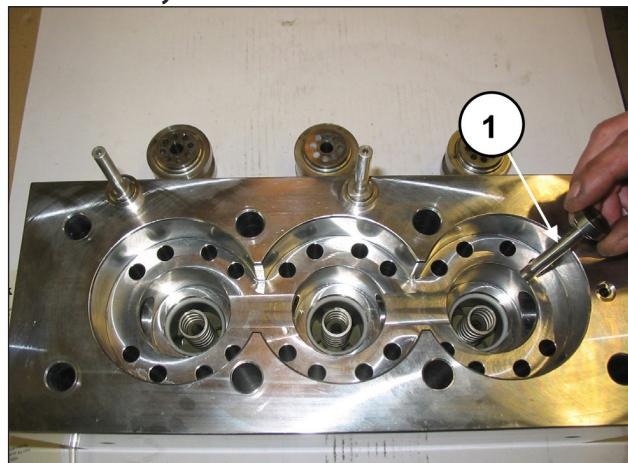
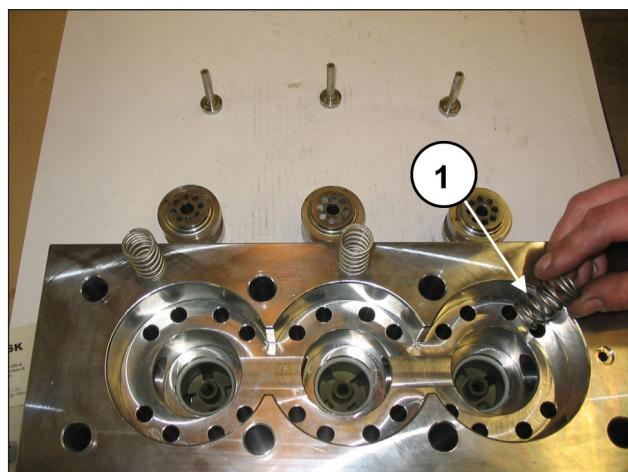
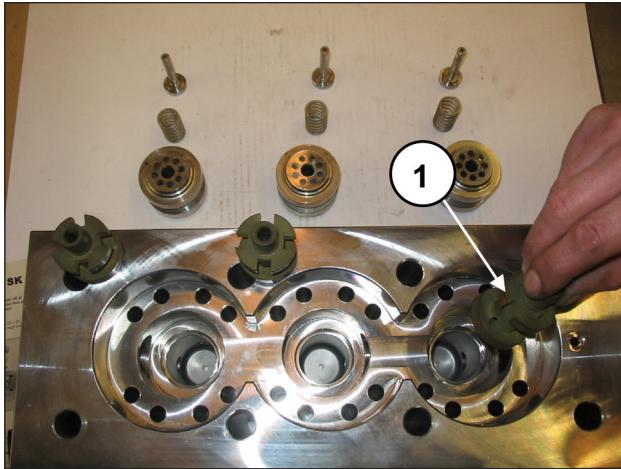

Fig. 104
Fig. 105
Fig. 106
Extraer los platinos de envío (pos. ①, Fig. 104), y sus guías (pos. ①, Fig. 106), con los muelles (pos. ①, Fig. 105). Controlar el desgaste y, si es necesario, sustituirlos respetando, en cualquier caso, los intervalos indicados en el capítulo 11 del *Manual de uso y mantenimiento*.